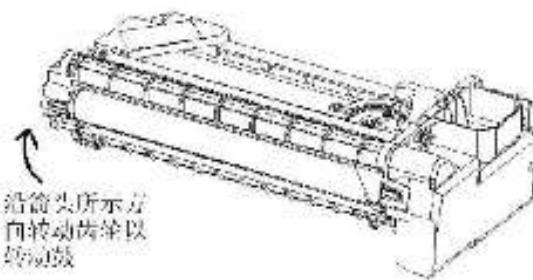

图1 鼓旋转
• 如果斑点问题继续，拆出鼓架(RP9.1)，清洁其外部，检查鼓表面有无斑点，鼓的旋转方向参照图 1，用不起毛的毛巾和去胶剂或通用清洁剂清洁鼓表面(辅助工具和耗材见第 6 部分)，检查斑点问题是是否被解决。